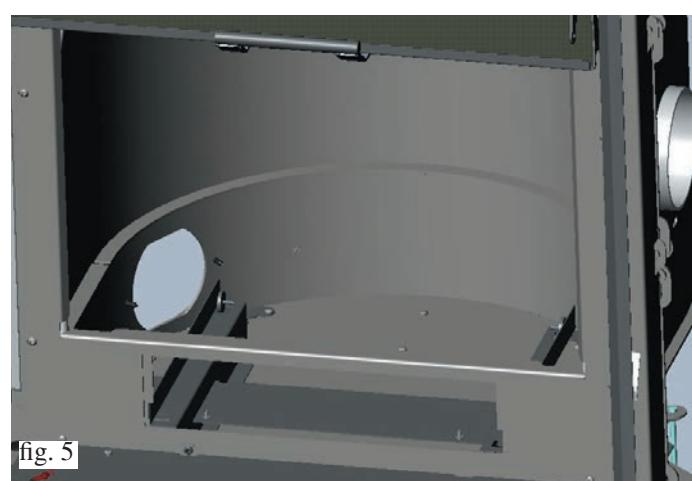

fig. 5
- Remover os seguintes elementos (fig. 5):